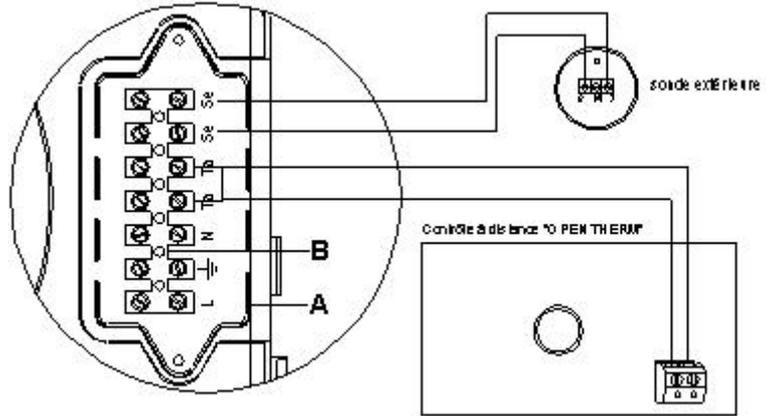

fig.19
**Brancher les câbles au bornier se trouvant à l'intérieur du tableau de commande de la façon suivante (voir fig.19):**